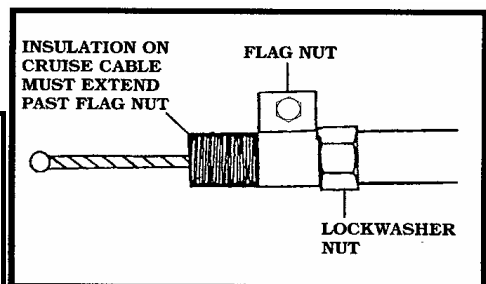

Figure 28
2. 在螺紋成型後，將螺紋管夾旋入鋼索外管的螺紋端。（Figure 28）